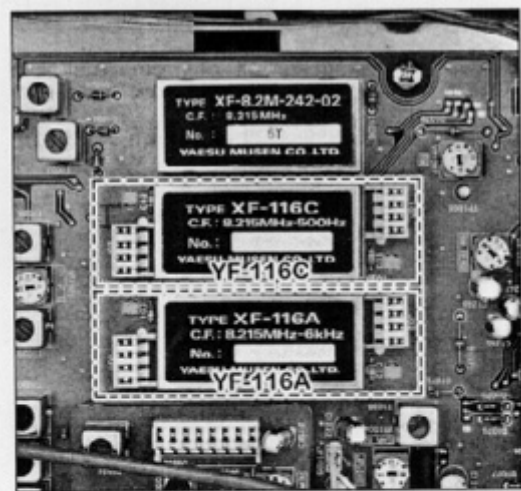

Figure 3
3. Ориентируясь на фотографию (Figure 3), установите фильтры на место. Осторожно прижмите их, чтобы обеспечить надежный контакт.